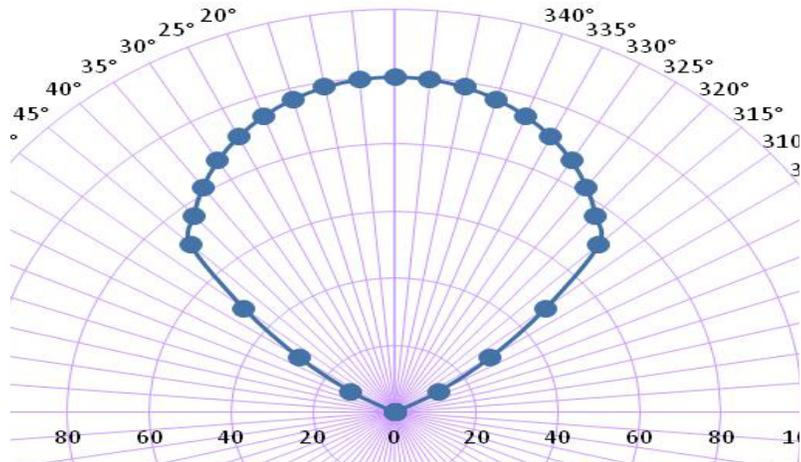

Figura 2-1
2. La instalación debe considerar que la orientación del modelo FS20X debe ser horizontal (consulte la figura 2-1) porque el ángulo de vista en esta dirección es de 90°. El ángulo vertical es de 80°.